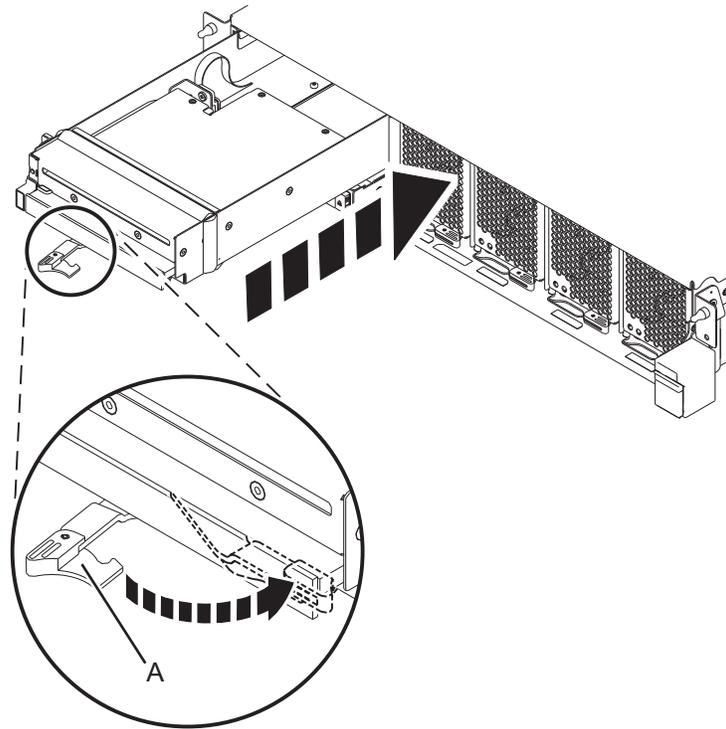

Figura 1. Instalación de un dispositivo de soporte extraplano en una unidad de control del sistema 9080-MHE, 9080-MME, 9119-MHE o 9119-MME
- a. Asegúrese de que el asa del dispositivo de soporte extraplano (A) se haya girado en posición abierta tal como se muestra en la Figura 1 en la página 3.
- c. Deslice el dispositivo en el sistema y gire el asa (A) en la dirección que se muestra hasta que el pestillo quede encajado en su sitio.